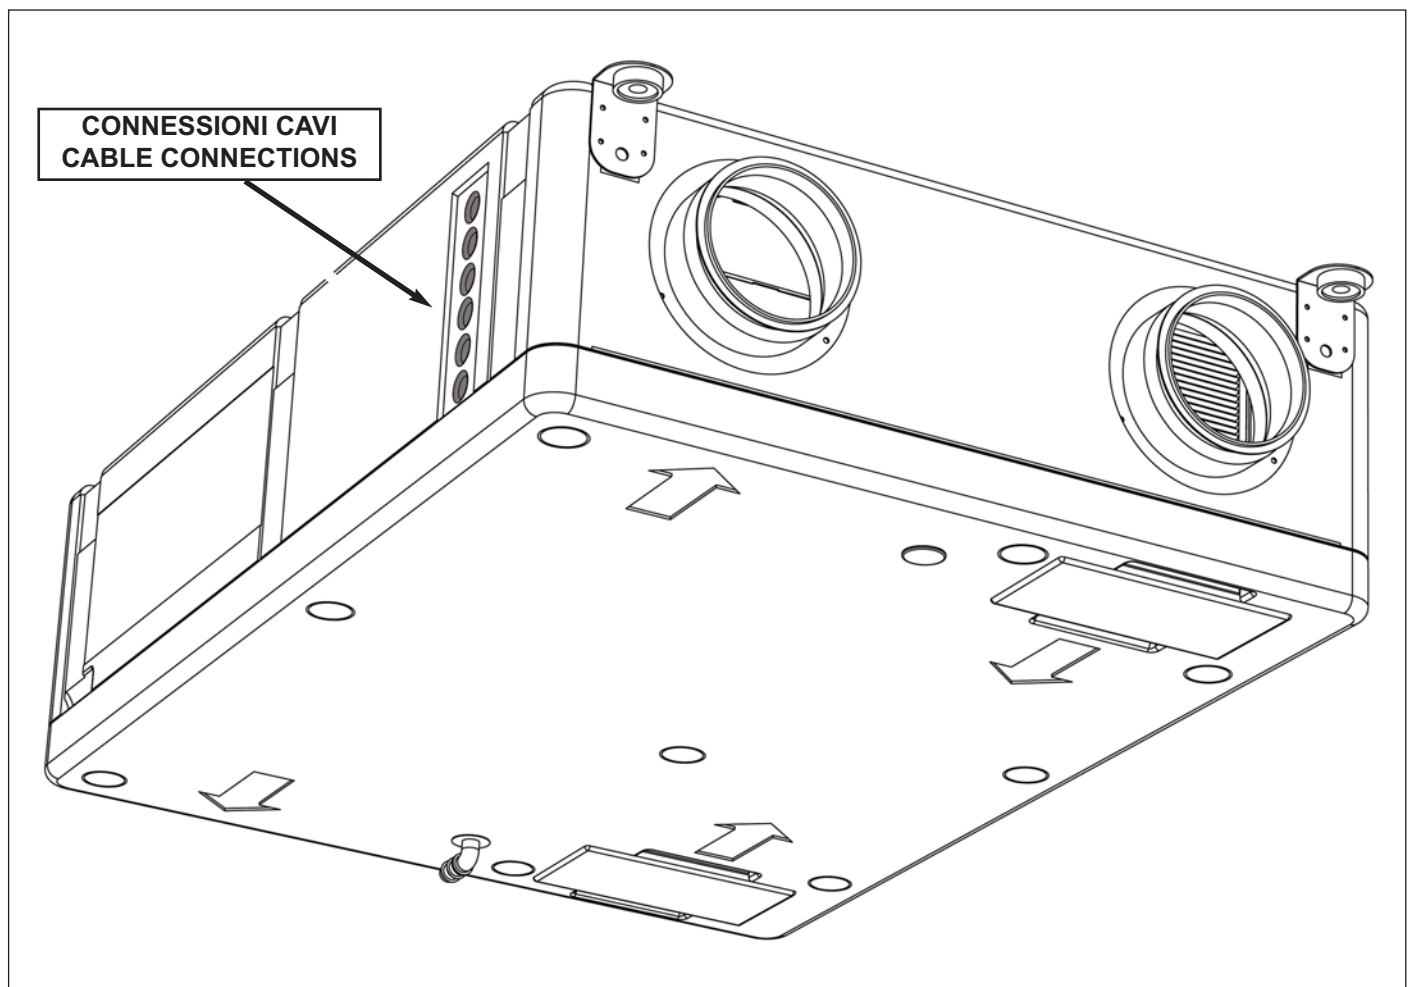

fig. 11
- Per le connessioni tra unità base ed accessori impiegare i pressacavi posti sul lato dell'unità (fig.11).
- For the connections between the basic unit and its accessories, use the glands on the connection side of the unit (fig. 11).